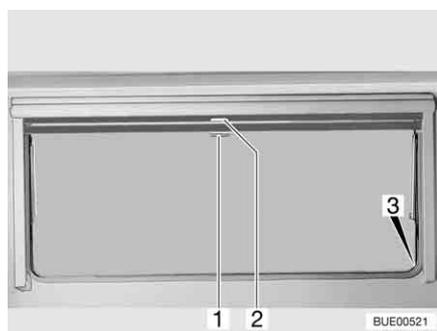

Fig. 55 Ventana abatible
- Tirar del asidero (Fig. 55,2) de la persiana oscurecedora enrollable hacia abajo. Cuando la persiana oscurecedora enrollable se cierre por completo, encajarla en el bloqueo (Fig. 55,3) a ambos lados del marco de la ventana.
- Cuando la persiana oscurecedora enrollable está completamente cerrada: Presionar el tirador (Fig. 55,2) hacia abajo y tirarlo ligeramente hacia dentro. Desenganchar la persiana oscurecedora enrollable de los bloques a izquierda y derecha del marco de la ventana.
- Cuando la persiana oscurecedora enrollable se encuentre en una posición intermedia: Tirar ligeramente del asidero (Fig. 55,2) hacia abajo, hasta que se hay soltado el bloqueo.
- Tirar hacia abajo de la mosquitera enrollable (Fig. 55,1) y engancharla en el bloqueo (Fig. 55,3) a ambos lados del marco de la ventana.
- Presionar el tirador (Fig. 55,1) hacia abajo y tirarlo ligeramente hacia dentro. Desenganchar la mosquitera enrollable de los bloqueos a izquierda y derecha del marco de la ventana.